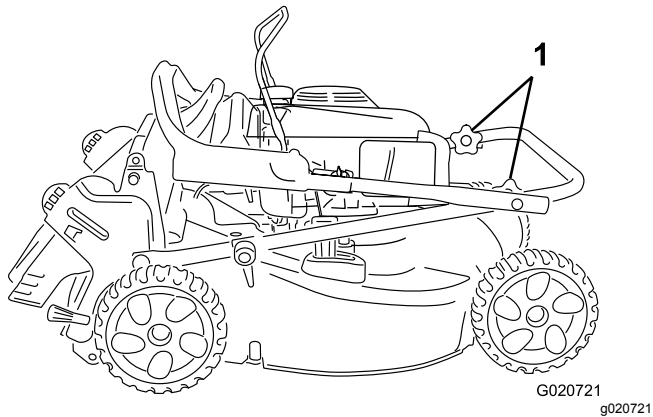

Figure 21
3. Rabattez la partie supérieure du guidon vers le moteur ; voir Figure 21.